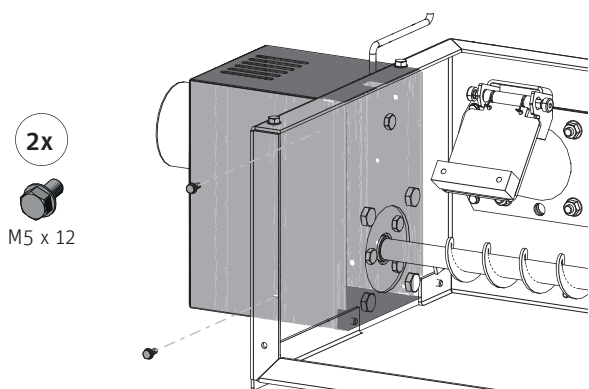

Fig. 229
► Montare la copertura del motore con 2 viti M5 x 12 – Fig. 229.